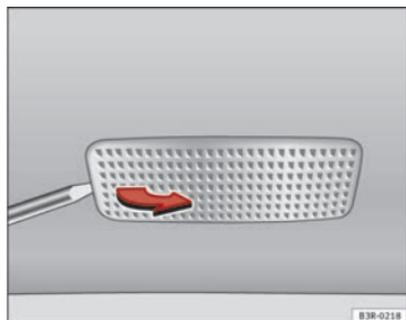

Fig. 228 Desmontaje luz del parasol
- Retire la luz con cuidado, utilizando un destornillador por su parte plana ⇒ fig. 228.